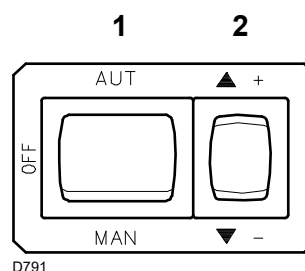
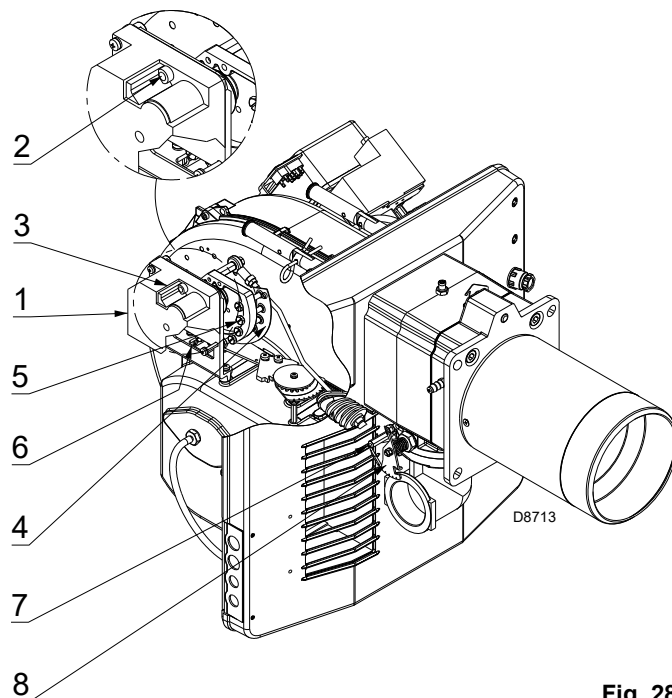
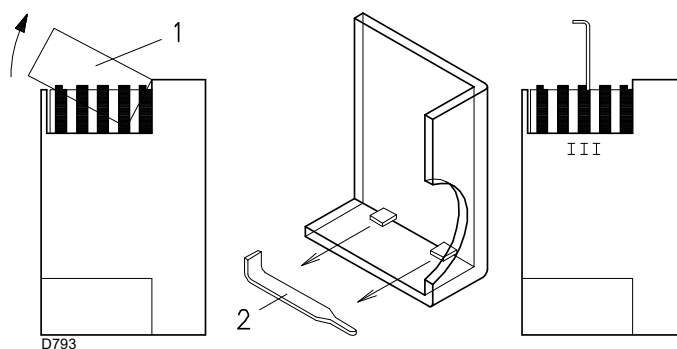

Fig. 27
Fig. 28
Fig. 29
Chiudere i termostati/pressostati e mettere l'interruttore di Fig. 27 in posizione "MAN".
Premere ora il pulsante 2)(Fig. 27) "aumento potenza" e tenerlo premuto fino a quando il servomotore ha aperto la serranda aria e la farfalla del gas a 90°.
Variare in progressione il profilo finale della camma 4)(Fig. 28) agendo sulle viti della camma che compaiono all'interno dell'apertura 6)(Fig. 28).
Premere il pulsante 2)(Fig. 27) "diminuzione potenza" e tenerlo premuto fino a quando il servomotore ha chiuso la serranda aria e la farfalla del gas a 15° (regolazione fatta in fabbrica).
- Se bisogna diminuirla, ridurre un poco l'angolo della camma III (Fig. 29) con piccoli spostamenti successivi, cioè portarsi dall'angolo 15° a 13° - 11°....
- Se bisogna aumentarla, premere un poco il pulsante "aumento potenza" 2)(Fig. 27) (aprire di 10-15° la farfalla del gas), aumentare l'angolo camma III (Fig. 29) con piccoli spostamenti successivi, cioè portarsi dall'angolo 15° a 17° - 19°....
Per l'eventuale regolazione della camma III, togliere il coperchio 1)(Fig. 29), inserito a scatto, come indicato nella Fig. 29, estrarre l'apposita chiavetta 2)(Fig. 29) dal suo interno ed inserirla nell'intaglio della camma III.
Variare in progressione il profilo iniziale della camma 4)(Fig. 28) agendo sulle viti della camma che compaiono all'interno dell'apertura 6)(Fig. 28).
Premere un poco il pulsante 2)(Fig. 27) "aumento potenza" in modo che una nuova vite 5)(Fig. 28) appaia all'interno dell'apertura 6)(Fig. 28), regolarla fino ad ottenere una combustione ottimale. Procedere allo stesso modo con le viti successive.
Spegnere il bruciatore agendo sull'interruttore 1)(Fig. 27), posizione OFF, svincolare la camma a profilo variabile mettendo in
posizione verticale l'intaglio 2)(Fig. 28) dal servomotore, e verificare più volte ruotando a mano la camma avanti ed indietro che il movimento sia morbido e privo di imputamenti.